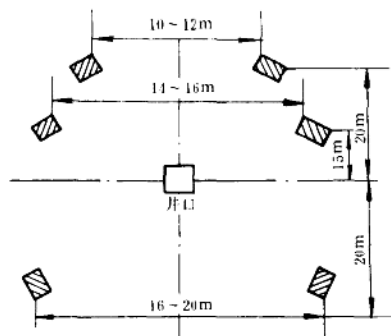

图 1-1 18m 井架缆绳平面图
(3) 地锚和绷绳坑 地锚或绷绳坑能拉紧绷绳, 使绷绳的一端牢固地固定在适当的位置, 以稳定井架的工作状态。因地锚较绷绳坑使用方便、灵活, 目前现场使用的较多。其规格如下:
①地锚。地锚桩用旧油管或旧钻杆制成, 锚杆长约 2.0~2.5m 以上, 后绷绳负荷较大, 锚杆必须在 2.5m 以上, 锚杆直径要大于 70mm, 锚盘直径不小于 300mm, 厚不小于 6mm。
②绷绳坑。前绷绳坑长 1.3m、宽 0.8m、深 1.5m, 后绷绳坑长 1.3m、宽 0.8m、深 1.8m, 绷绳坑的方向与绷绳垂直, 用钢丝绳拴好混凝土预制件后埋好压实, 地面留绳头 1m 以上。
③地锚与绷绳坑在井场的位置见图 1-1。
④井架安装时入地锚的要求及注意事项如下：